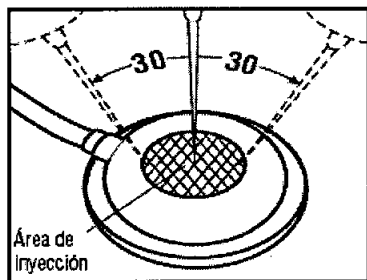

Figura 4
7. Se sugiere que la cúpula de inyección y el tubo se coloquen en la parte superficial del tejido subcutáneo cerca del dispositivo para facilitar su identificación y el acceso durante el llenado. La cúpula se debe situar al menos a 7 cm de la prótesis para evitar que se lesione el dispositivo durante el llenado postoperatorio. El inflado se realiza con solución de cloruro sódico USP estéril apirógena para inyección. Utilice una jeringa de 23 gauge (o menos) estándar o de tipo palomilla. Se debe tener especial cuidado de puncionar sólo el centro de la superficie más alta de la cúpula de inyección con una angulación perpendicular $\pm 30^\circ$ con respecto a la superficie (figura 4)